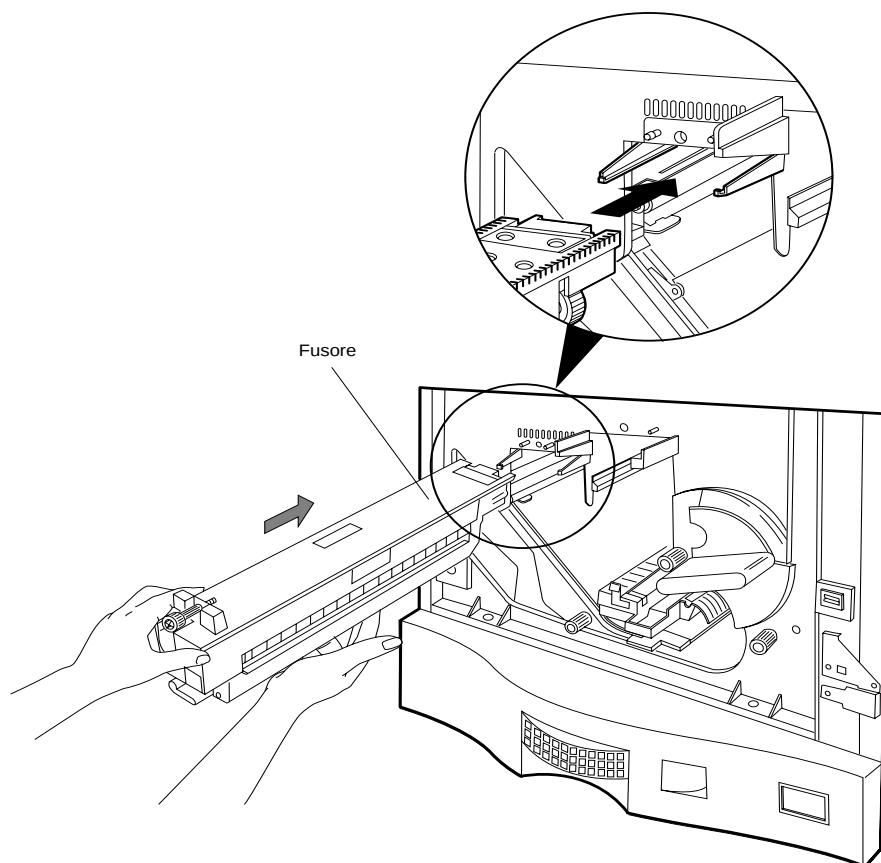

Figura 4-36 Installazione del fusore
2. Posizionare il bordo dell'estremità iniziale del fusore nelle guide, quindi spingere il fusore all'interno della stampante fino a che non si ferma, come mostrato nella Figura 4-36.